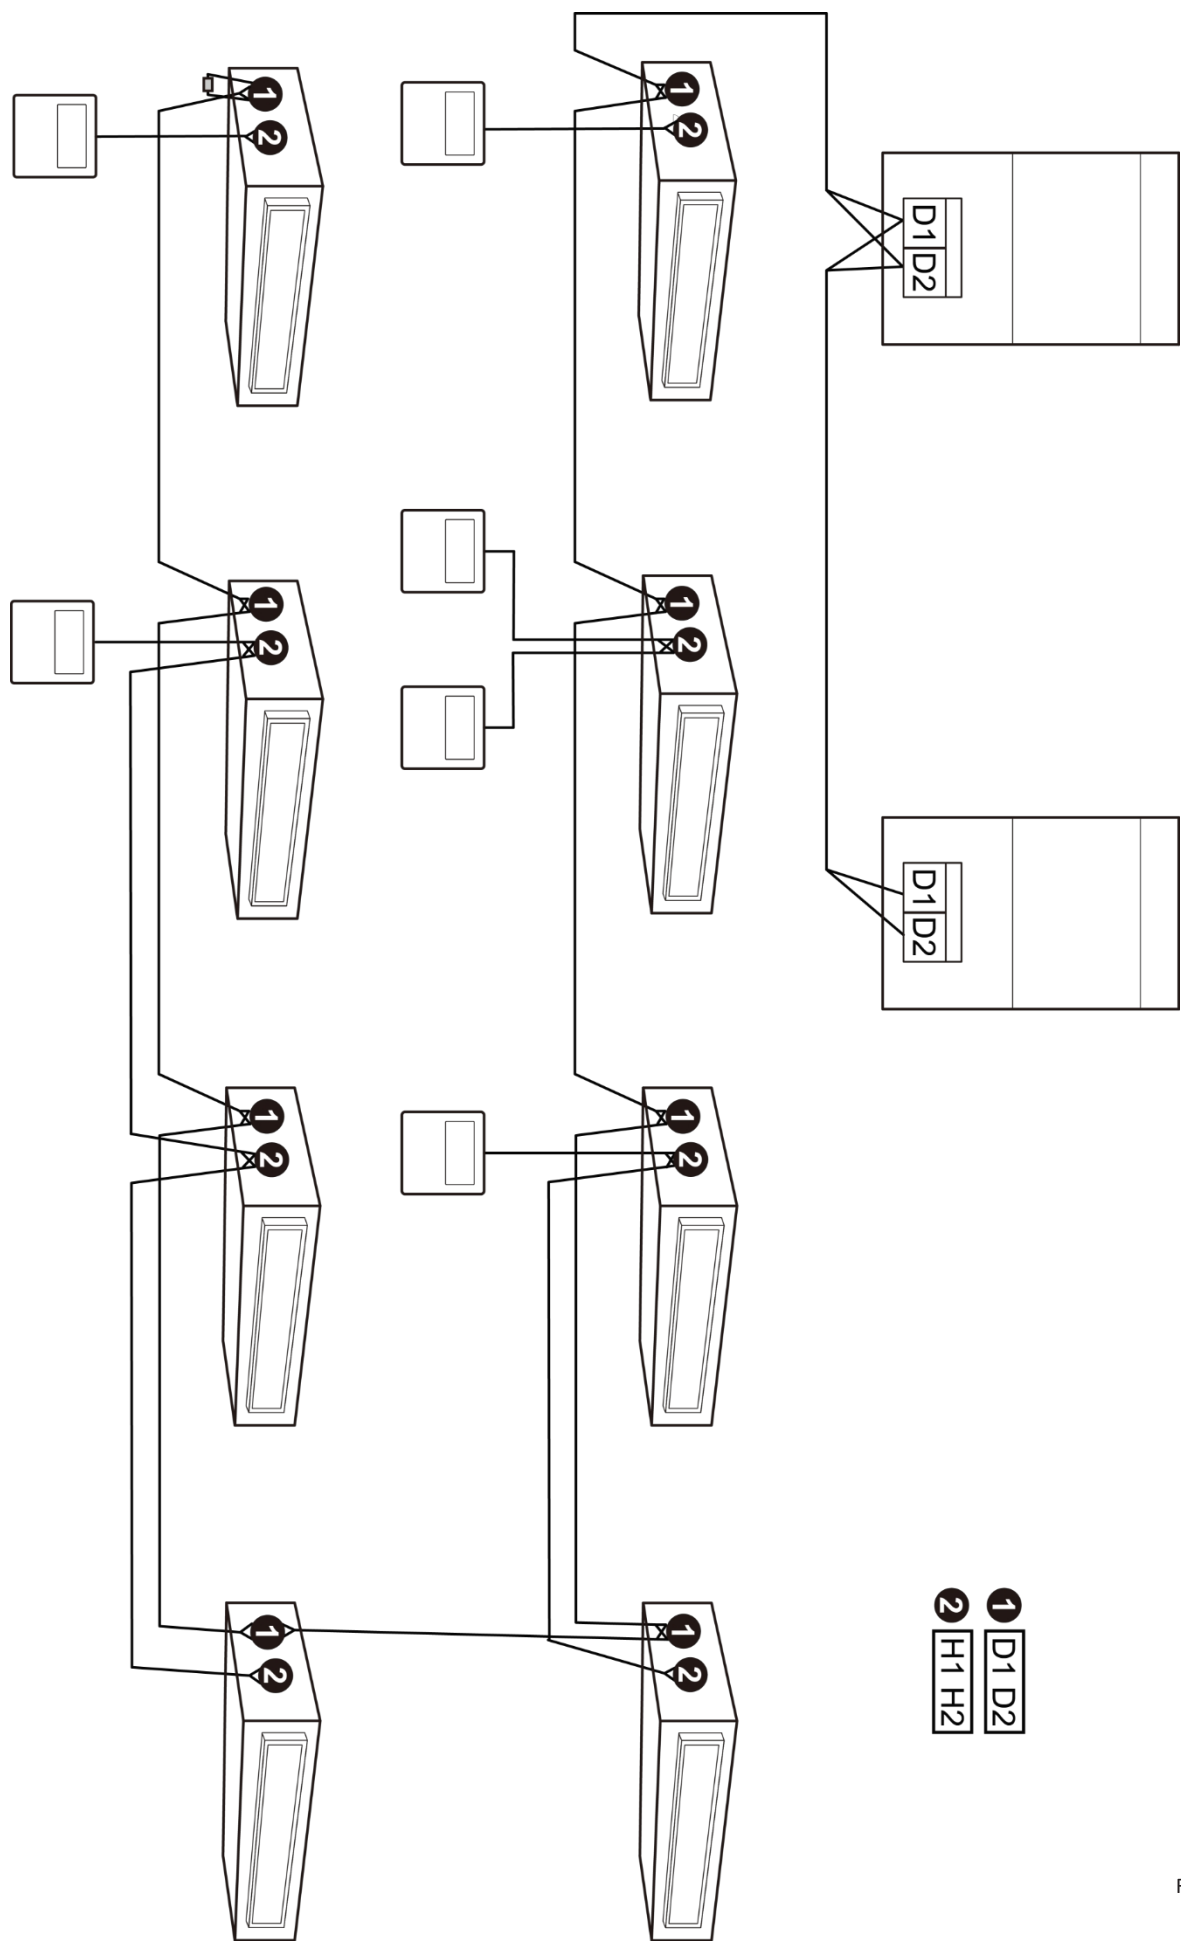

Fig. 5.7
- 4) Un comando cablato è in grado di controllare 16 unità interne contemporaneamente. (vedi fig. 5.7)